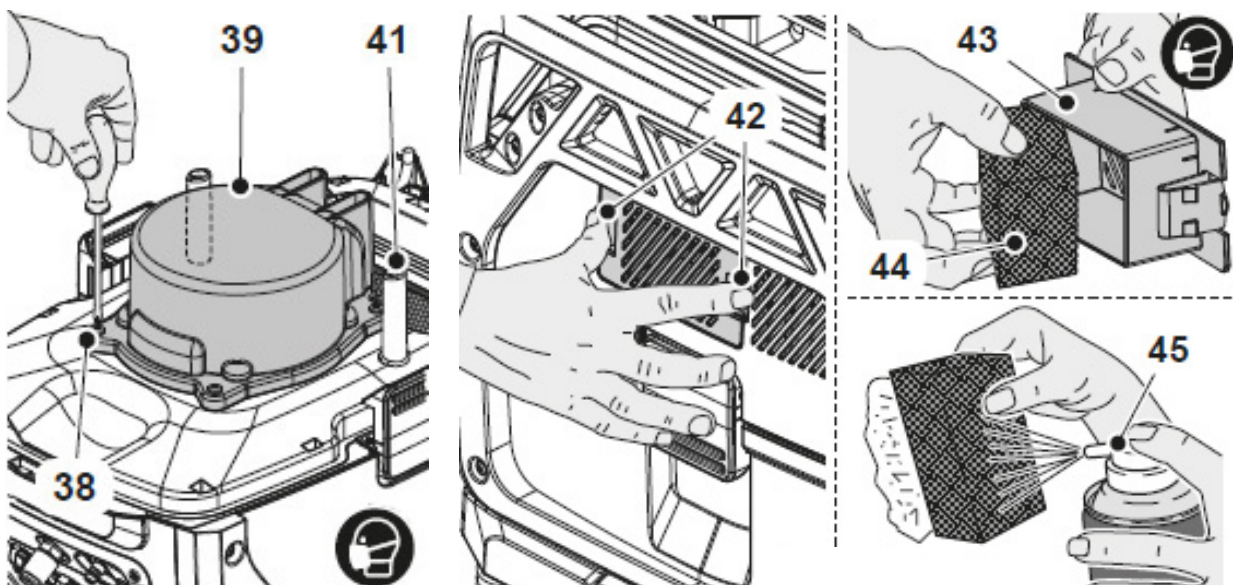

Abb.7-2: Reinigung
- Die Wasserstandssensoren (Pos. 41, Abb. 7-2) reinigen und ihre Abnutzung überprüfen.
- Die beiden Klammern (Pos. 42, Abb. 7-2) lösen und den Deckel (Pos. 43, Abb. 7-2) entfernen.
- Das Filterschwämmchen (Pos. 44, Abb. 7-2) entfernen
- Das Filterschwämmchen mit einem Wasserstrahl (Pos. 45, Abb. 7-2) reinigen.